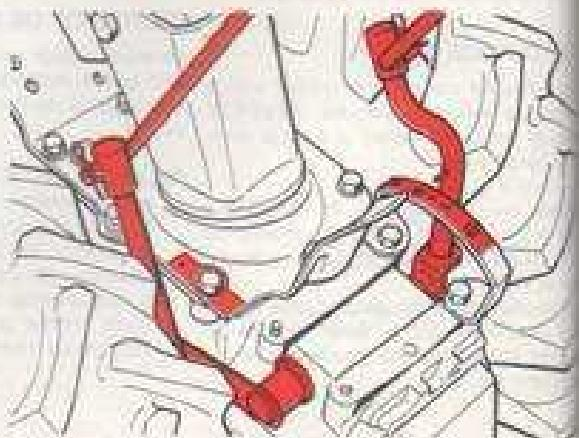

Fig. 6 - Bild 6
2. Engage the gearshift selector and the p.t.o. lever following instructions listed in fig. 6.
Attention — For going in REVERSE while p.t.o. is used, bring p.t.o. lever to "O" position, then engage the selector lever in REVERSE. Also to shift from the second gear to the third gear, the p.t.o. lever should be brought to the Neutral position (see instructions fig. 6).
2. Engager le levier des marches et celui de la P.d.f. selon instructions en fig. 6.
Attention — Si faut aller en marche arrière pendant que la p.d.f. est utilisée, amener le levier de la p.d.f. au point mort (position "0") et engager le levier du sélecteur de vitesses en marche arrière. Il faut amener au point mort la prise de force même pour passer du deuxième rapport au troisième (voir instructions fig. 6).
2. Den Gangschalthebel und den Zapfwelle-Steuerhebel unter Beobachtung der Anleitungen im Bild 6 einlegen.
Es ist erforderlich, die Zapfwelle in Leerlaufstellung zu bringen auch zum Einschalten vom zweiten zum dritten Gang (siehe Anleitung im Bild 6).
(see fig. 6)
(voir fig. 6)
(siehe Bild 6)